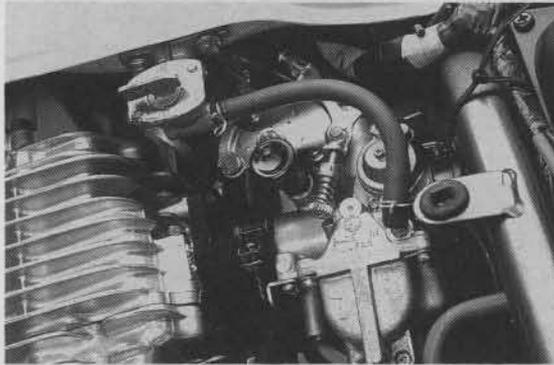

Bild 9
- Filtersieb und einwandfreien Dichtgummi wieder installieren (Bild 9).